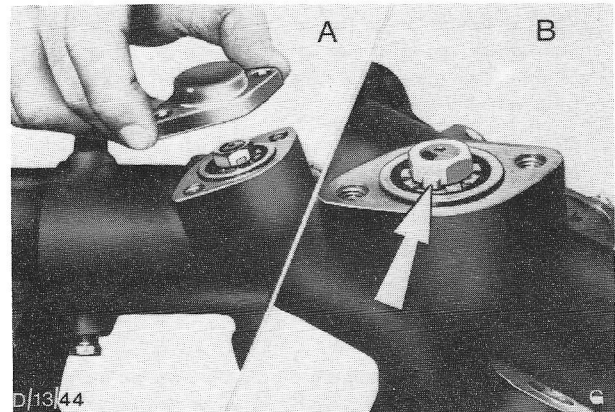

Fig. 17. A - Deksel van onderste lager.
8. Verwijder het deksel van het onderste rondsellager tezamen met de pakking, zie 'A' in fig. 17.
9. Verwijder de moer en het borgplaatje van het onderste uiteinde van de rondselas, zie 'B' in fig. 17; houd daarbij de stuurkolomas vast om meedraaien te voorkomen. Zorg dat de spiebanen van de stuurkolomas niet worden beschadigd.